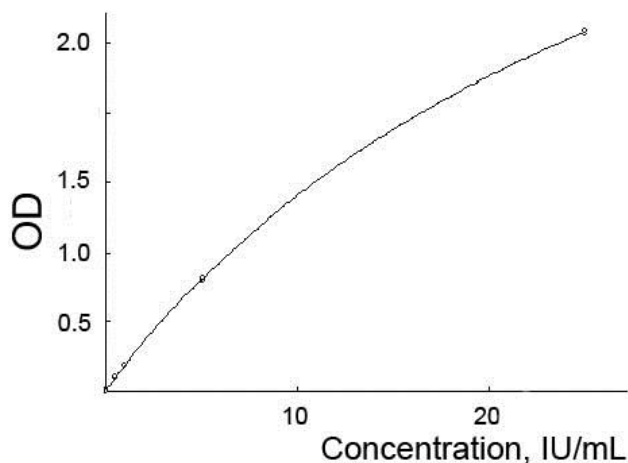

Abb. 2A. Typisches Beispiel einer Standardkurve bei 450 nm
Für die Standardkurve #1 (siehe Abb. 2A) verwenden Sie die Messergebnisse für die Kalibratoren 0...3 bei einer Wellenlänge von 450 nm; für die Eichkurve #2
- Verwenden Sie die Standardkurve #1 (siehe Abb. 2A), wenn die Proben-OD (bei 450 nm) kleiner oder gleich Cal 3;